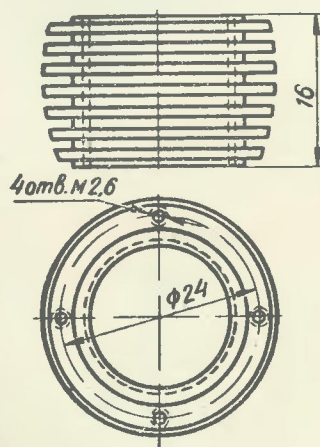

Рис. 1.
1. Навинчиваем верхнюю часть охлаждающей рубашки цилиндра до размера 16 мм (рис. 1); навинтив ее на гильзу, закрепляем в патроне токарного станка, после чего подрезаем ее до размера 16 мм.